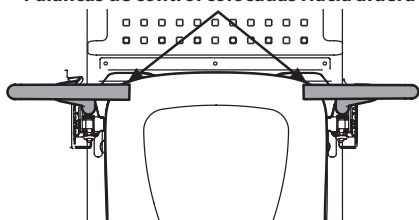

Figura 20
3. Ajuste las palancas de control de la transmisión completamente hacia afuera (Figura 20).